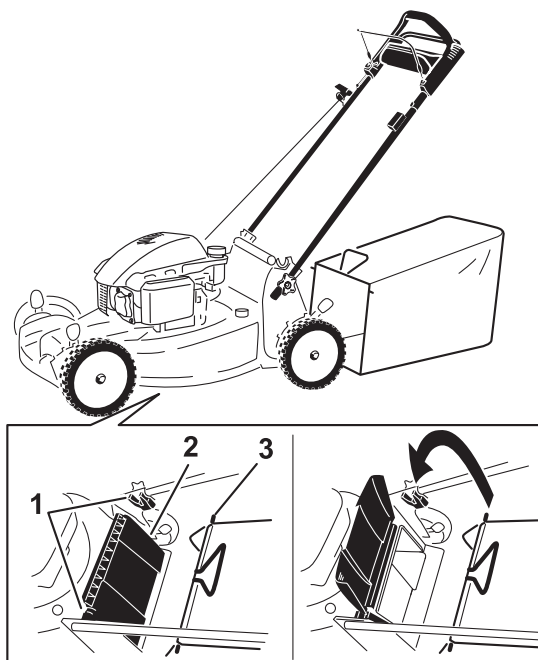

Figure 15
1. Soulevez le déflecteur arrière et gardez-le dans cette position (Figure 15).
2. Montez le bac à herbe en veillant à placer les ergots dans les crans du guidon (Figure 15).